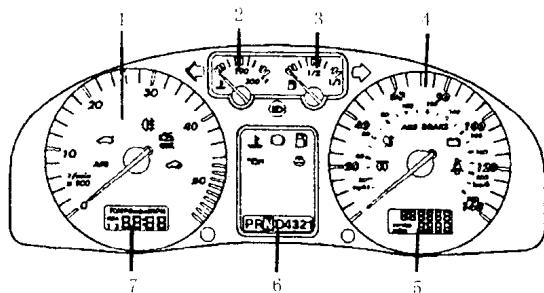

图 0-1 组合仪表
(1) 仪表的配置种类及型式取决于车型及发动机类型,按车型对照正确使用,见图 0-1。